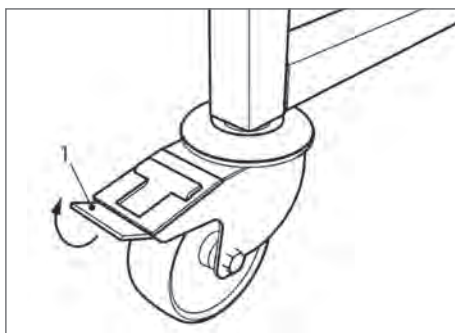

Fig. 77
4. Active los frenos de rodillo de las ruedecillas tan pronto como haya alcanzado la posición final (ver Fig. 77 | 1).